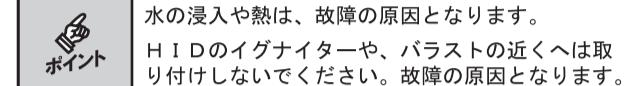

図5
②リード線の引き出し口が下を向くように取り付けてください。(図5参照)
③回路ボックスのカプラーに専用ハーネスのカプラーを接続してください。
④回路ボックスから出ている黒コードをボディーアースしてください。